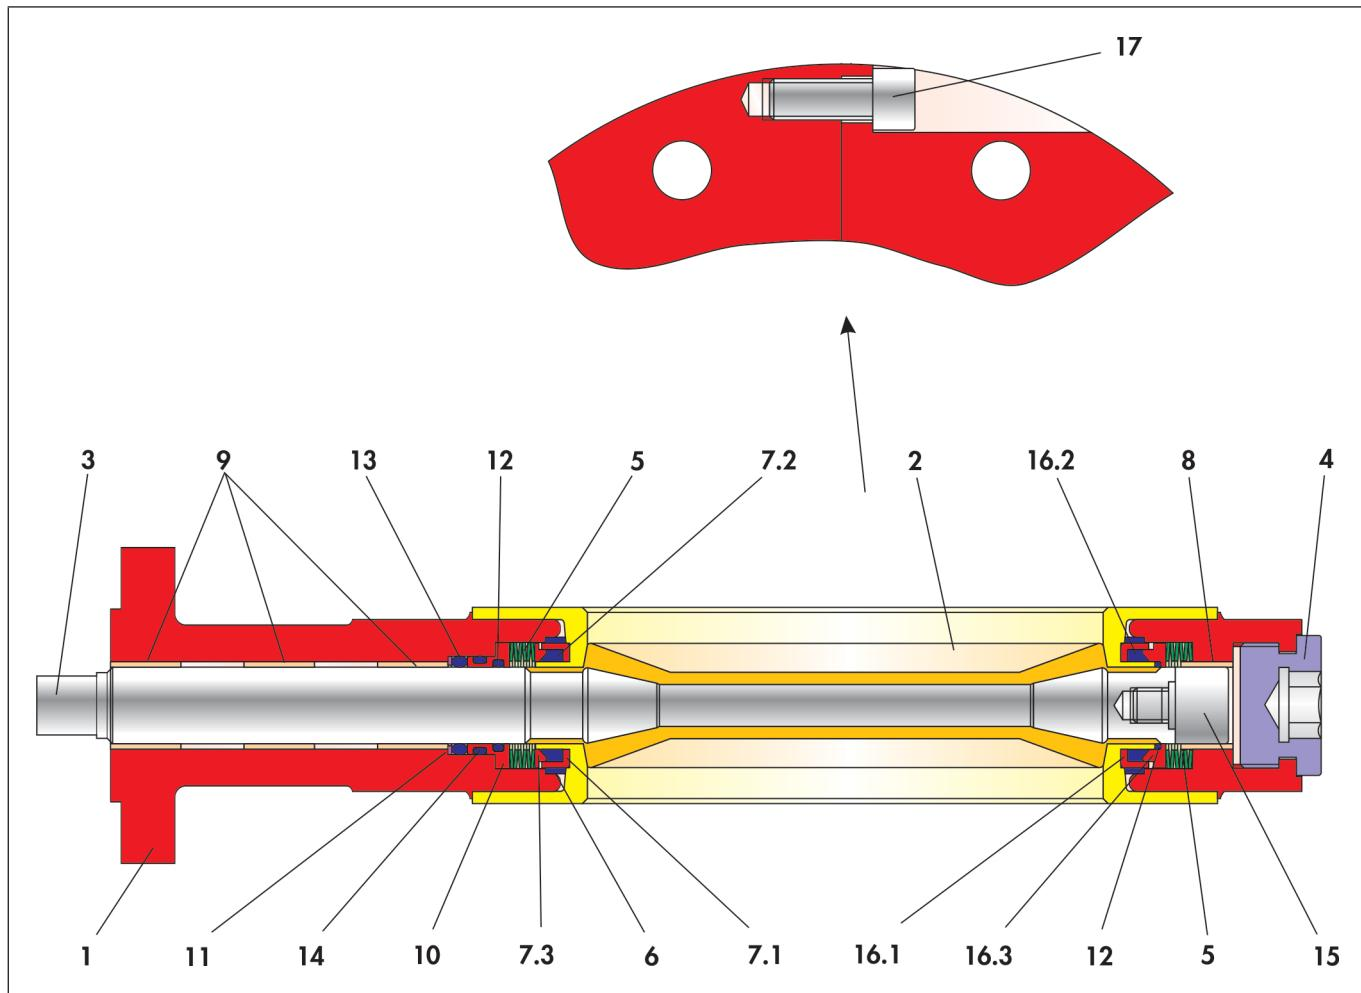

图 3-2: BR 10e 蝶阀剖面图
- ⇒ 将轴承套 (8) 插入下半阀体 (1b) 的轴孔中。
- ⇒ 将由 6 个盘簧组成的盘簧组 (5) 放入半阀体 (1b) 的相应位置。请参阅图 3-2 了解盘簧的排布。
- ⇒ 将轴承套 (9) 插入上半阀体 (1a) 的轴孔中。
- ⇒ 将垫圈 (11) 插入轴孔直抵已组装的轴承套。
- ⇒ 将垫圈 (11) 上的 O 形圈 (13) 放入轴孔。
- ⇒ 将 O 形圈 (12 和 14) 插入衬套 (10) 中相应的凹槽。
- ⇒ 将预组装衬套 (10) 插入轴孔直抵 O 形圈 (13)。
- ⇒ 将由 6 个盘簧组成的盘簧组 (5) 放入半阀体 (1a) 的相应位置。请参阅图 3-2 了解盘簧的排布。